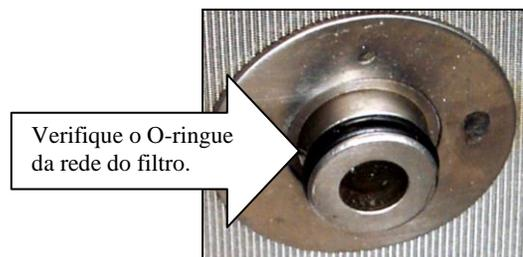

Figura 6
2. Inspeccione a guarnição no fundo do grupo construtivo do filtro Magnasol para assegurar que, o O-ringue esteja na correcta posição e em perfeitas condições. (Veja figura 6)